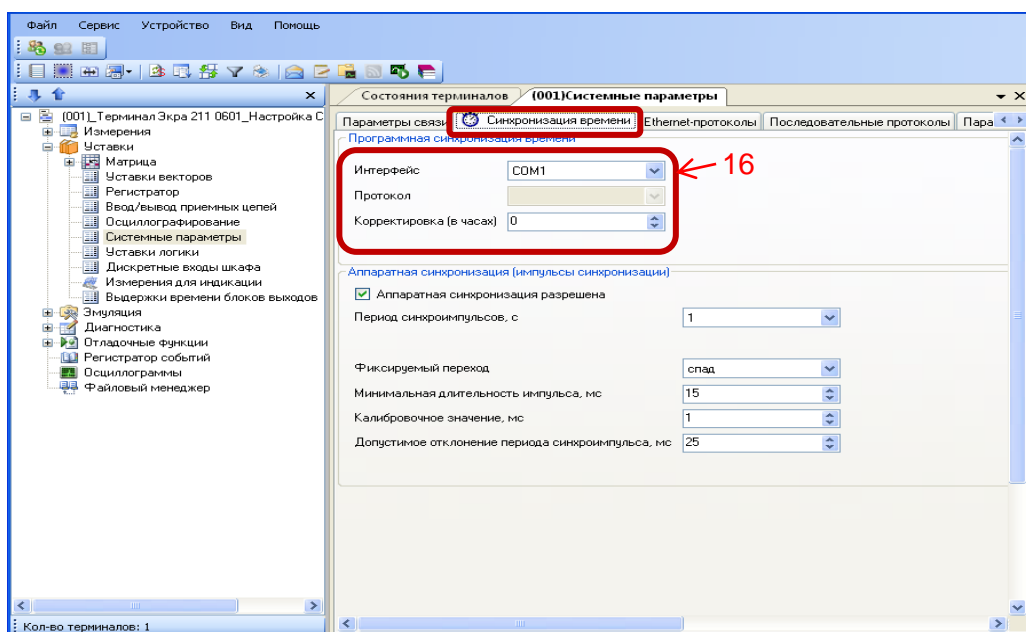

Рисунок 15 – Настройка синхронизации времени для протокола МЭК 60870-5-103
4.1.5 Далее во вкладке **Синхронизация времени** выбрать интерфейс, на который назначен протокол **МЭК 60870-5-103** (см. рисунок 15, обозначение 16).
4.1.6 Задать значение корректировки внутренних часов терминала в соответствии с проектом (см. рисунок 15, обозначение 16). Если в проекте уставка не задана, то задать ее равной нулю.
7.1.1 Далее во вкладке **Синхронизация времени** выбрать интерфейс, на который назначен протокол **Modbus RTU** (см. рисунок 15, обозначение 16).
7.1.2 Задать значение корректировки внутренних часов терминала в соответствии с проектом (см. рисунок 15, обозначение 16). Если в проекте уставка не задана, то задать ее равной нулю.